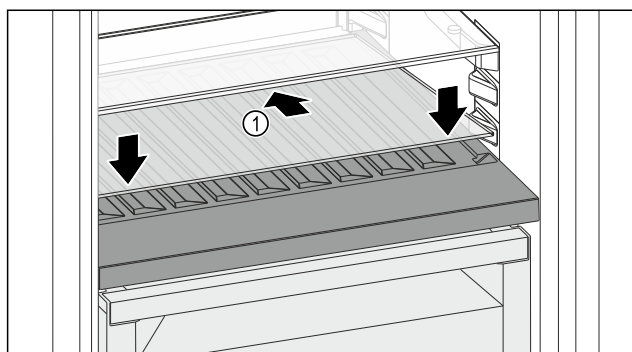

Fig. 205
- Pielieciet stikla plauktu Fig. 205 (1) slīpi un noliektu uz aizmuguri lejā.
- Nolaidiet stikla plaukta Fig. 205 (1) priekšpusi.